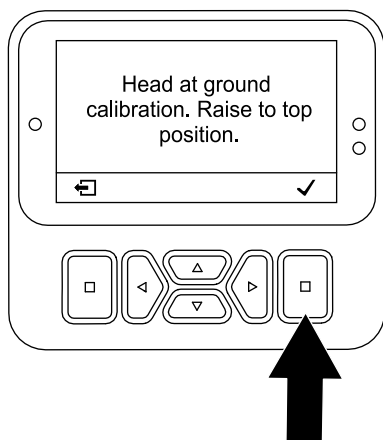

Figure 108
- Si les louchets commencent à s'enfoncer dans le sol – appuyez sur le bouton de sélection (Figure 108) et exécutez l'application TEACH GROUND HEIGHT (apprentissage de la hauteur par rapport au sol) ; voir Exécution de l'application d'apprentissage de la hauteur par rapport au sol \(page 38\).